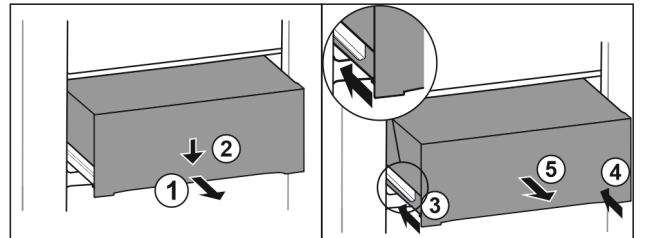

Fig. 167
- ▶ 将抽屉拉出一半。 Fig. 167 (1)
- ▶ 朝下按压正面的抽屉。 Fig. 167 (2)
- ▶ 将左侧轨道推入大约 2 cm。 Fig. 167 (3)
- ▶ 将右侧轨道推入大约 2 cm。 Fig. 167 (4)
- ▶ 朝前取出抽屉。 Fig. 167 (5)